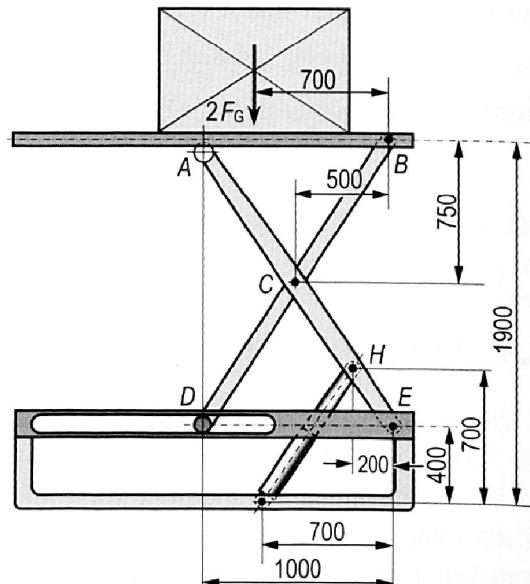

Bild 6.13: Scherenhubtisch
4. Man bestimme die Kolbenkraft und die Kräfte zwischen den Bauteilen des Scherenhubtisches (**Bild 6.13**), der eine Last $2 F_G = 14 \text{ kN}$ trägt. Der Hubtisch hat zwei symmetrisch angeordnete Kolben.